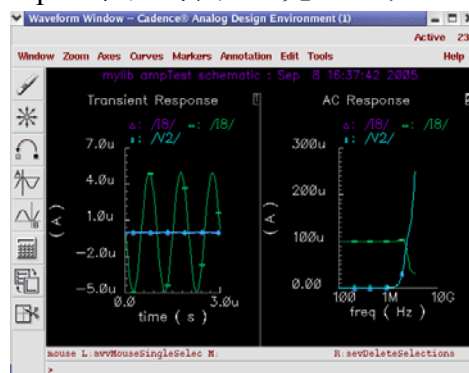

图 5.3 仿真曲线
- ① 在 Simulation 窗口中,选择 Simulation→Run 来运行仿真,或在 Simulation 窗口下,点击 Run 图标;或者直接点击 Netlist and Run 图标,在提取网表的同时运行仿真。
- ② 在运行仿真的输出窗口中,可以看到详尽的仿真数据,点击 File→Close Window,关闭此窗口。
- ③ 仿真结束后,自动生成 Transient 和 ac 的仿真曲线,如图 5.3 所示。
- ④ 在 Simulation 窗口中,选择 Session→Save State,弹出 Saving State 窗口,设置 Save As 为 statel,确保 What to Save 栏下的所有选项按钮均点亮。点击 OK,完成仿真结果的存档。
- ⑤ 以后的仿真都是基于此修改后的电路，所以，仔细检查电路应恢复为 5.7 所示，并且电路中不应再有 Warnings 或 errors，点击 Check and Save，保存修改。
- ⑥ 在 ampTest schematic 窗口中，选择 Design→Probe→Remove All，用于用以取消以上步骤中对 pins 的操作。
- ⑦ 在 Simulation 窗口中，选择 Simulation→Netlist→Recreate，网表提取成功后，在 Netlist 窗口中，选择 File→Close Window。
- ⑧ 在 Simulation 窗口中，选择 Simulation→Run，生成的 Waveform 应如图 5.3 所示，若有问题，则表明以上恢复设置未完成，重复步骤①→⑦，直至两种输出波形完全一致。
- ⑨ 选择 File→Close Window，关闭 output 窗口。